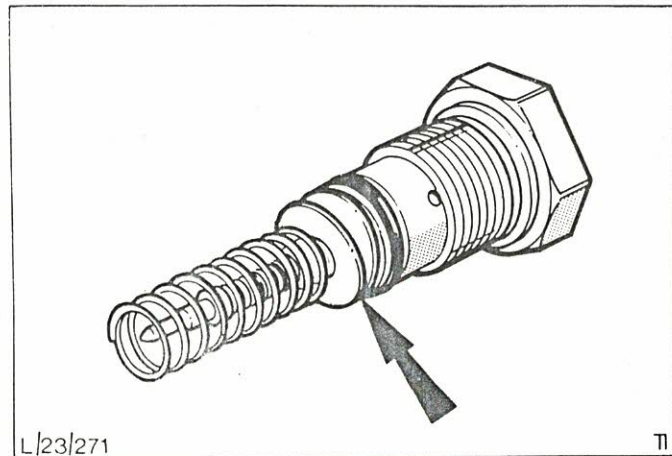

Abb.60 Systemdruckregler - Ausgleichscheiben (Pfeil)
14. Systemdruckregler vom Kraftstoffmengenteiler abbauen und Ausgleichscheiben entfernen (= Drucksenkung) oder hinzufügen (= Drucksteigerung), Abb.60.